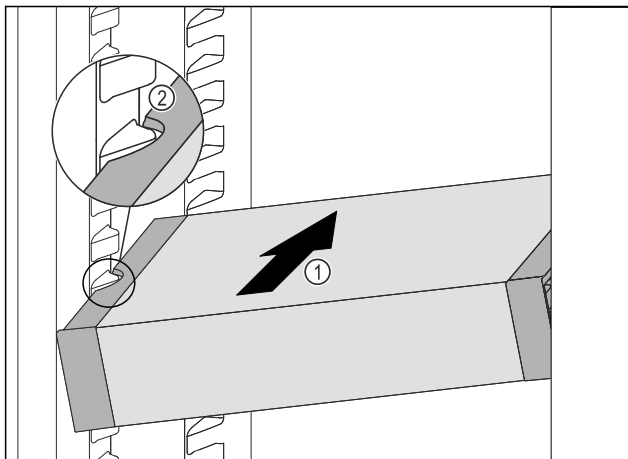

Fig. 124
- Insérer le VarioSafe en biais dans la partie réfrigérateur Fig. 124 (1) jusqu'à ce que les encoches latérales Fig. 124 (2) du VarioSafe se trouvent à la hauteur de la nervure du bac dans la partie réfrigérateur.